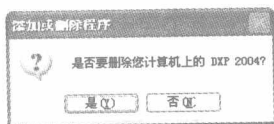

图 1-9 是否卸载 Protel 2004
(2) 单击 **删除** 按钮进入如图 1-9 所示对话框,询问“是否要删除您计算机上的 DXP 2004?”。